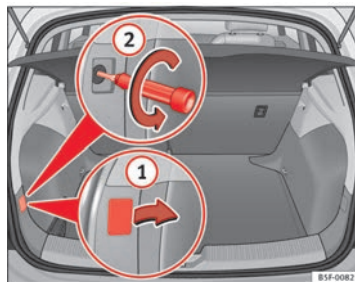

Fig. 192 Maletero: Posición del tornillo de fijación para la unidad de luz trasera
- Retire la cubierta haciendo palanca con el lado plano de un destornillador en el rebaje y retire la cubierta de la abertura ⇒ fig. 192 ①.
- Desenrosque cuidadosamente con un destornillador el tornillo que hay detrás en sentido contrario a las agujas del reloj (flecha) ⇒ fig. 192 ②.